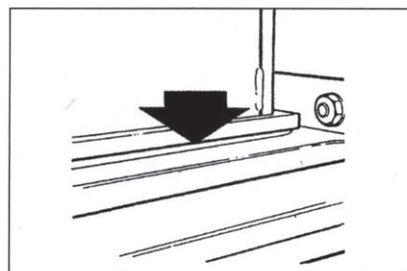

图8、滤袋组件与法兰边缘对齐密封
- 9、确保滤袋组件封条与托架上的法兰边缘相齐，以达到有效的密封（见图8箭头）。